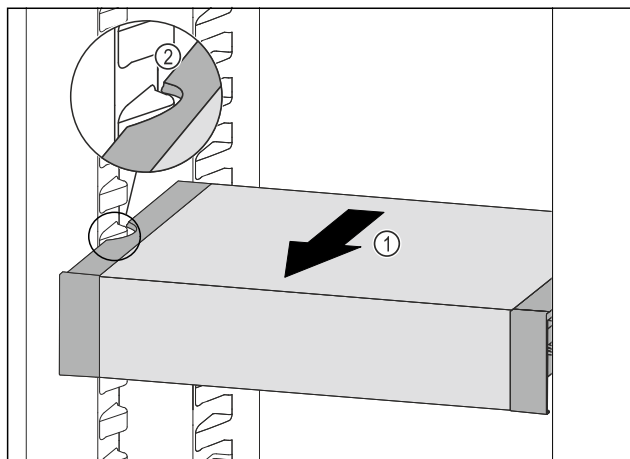

Fig. 102
- Táhněte VarioSafe dopředu Fig. 102 (1), dokud nebudou boční vybrání VarioSafe na úrovni žebrování na nádoby v chladničce. Fig. 102 (2)